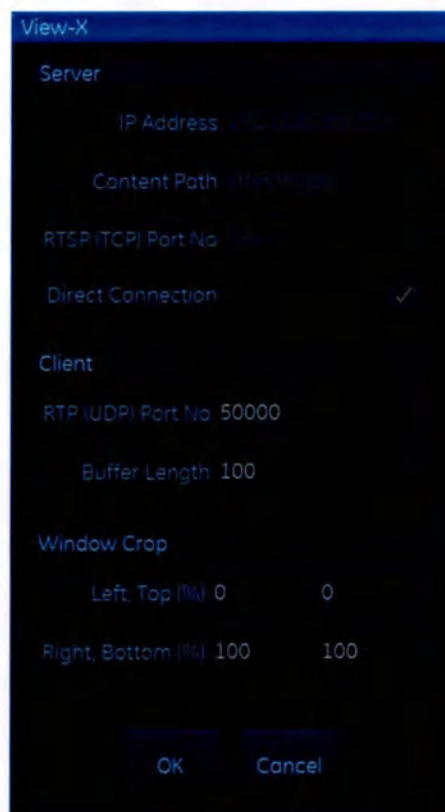

Рис. 5-14. Настройка потоковой передачи видеоданных с помощью функции View-X
4. Настройте сервер View-X и параметры клиента соответствующим образом (Рис. 5-14).